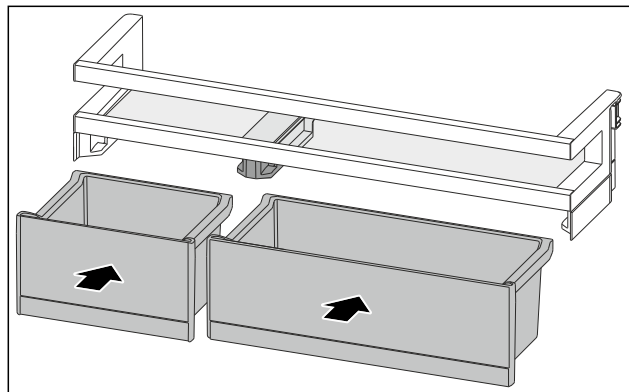

Fig. 225
- Włożyć VarioBox w innym rozmieszczeniu. (patrz Fig. 225)